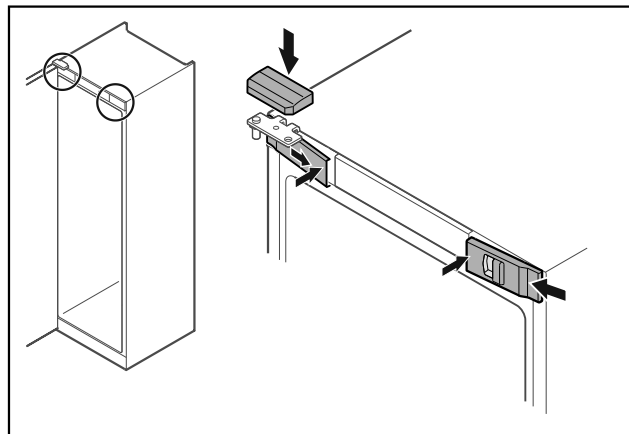

Fig. 52
- Voorste afdekking Fig. 52 (1) zijdelings aanbrengen en van binnen vastklikken.
- Bovenste afdekking Fig. 52 (2) van boven vastklikken.